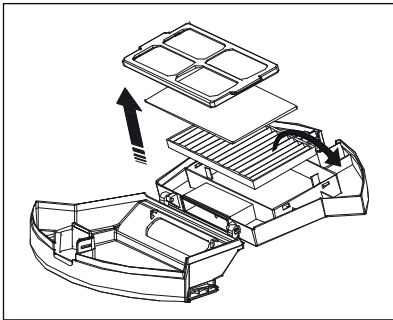

Fig. 10
- 4) Afferrare le due linguette del filtro a reticella ed estrarre il filtro dallo scomparto del filtro EPA **7**. Estrarre il filtro EPA **7** e il filtro di espanso dallo scomparto tirando la linguetta (vedere fig. 10).